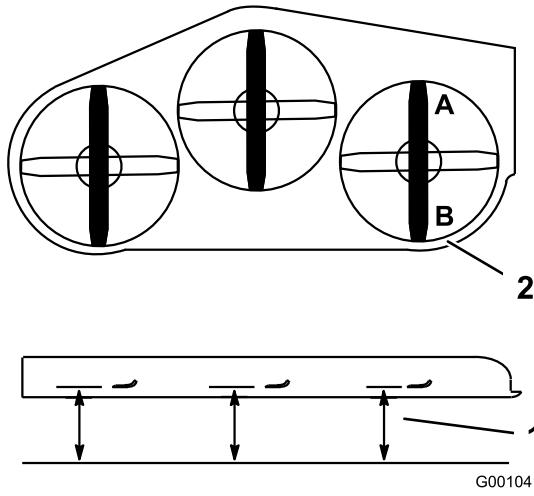

図 84
2. ブレードのうちの1枚を前後方向に向ける。**A**位置と**B**位置で、平らな床面からブレードの刃先までの高さを測る(図84)。